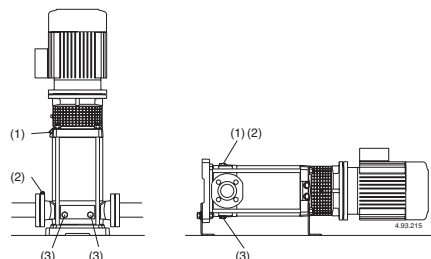

Fig. 4 (1) Fyllning samt luftskruv
Om den sugande funktionen upphör (tryckmanometern svänger eller om trycket minskar/ökar) se till att alla röranslutningar på sugsidan är täta, repetera avluftningen på sugsidan (2), se till att avluftningsskruven (2) samt dräneringspluggen (3) är täta på sugsidan (**fig. 4**).
För att förlänga livslängden skall pumpen som vid pumpning av förorenade vätskor köras med en ren vätska efteråt för att avlägsna partiklar eller, efter dränering genomförs rengöring genom att rent vatten (minst 40 liter) hälls in genom fyllnadspluggen (1) på trycksidan tills det kommer ut genom dräneringshålet (3) på sugsidan (fig. 4).
Före demontering, koppla bort strömkabeln från terminalboxen. Stäng ventilerna på sug och trycksidan och töm pumphuset (fig.4).